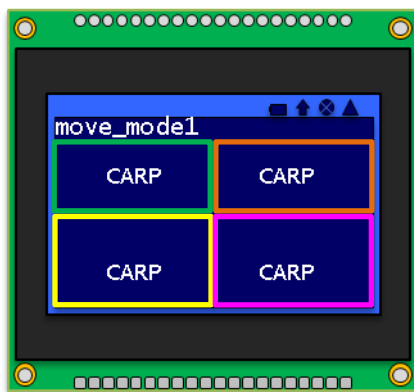

図 3 移動ブロック
- コントローラの SWA, もしくは SWB のプッシュ操作, または SW2 の状態操作により, 図 3 に示すように「CARP」の文字列が, 左上 (緑) ブロック, 右上 (橙) ブロック, 左下 (黄) ブロック, 右下 (桃) ブロックの 4 ブロックに移動する。